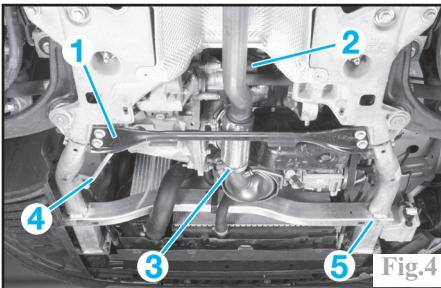

Fig.4
-la barre anti-rapprochement (1) du berceau (Fig.4).
-le réservoir à dépression (2) derrière le moteur.
Débrider les canalisations d'assistance de direction (4) du cadre de renfort du berceau (Fig.4).
-remplacer le collier du flexible d'échappement (3) (Fig.4).